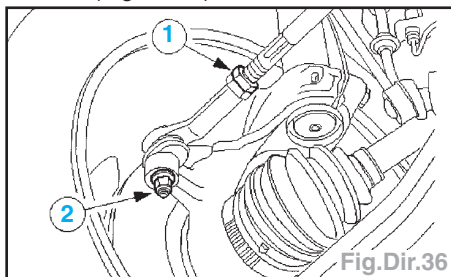

Fig.Dir.36
- Desserrer le contre-écrou (2) et extraire la rotule (1) à l'aide d'un extracteur de rotule (Fig.Dir.36).